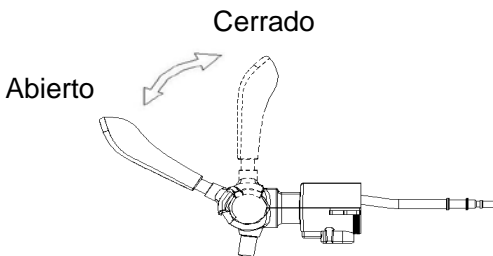

Figura 13
9. Ajuste la perilla del regulador de presión de CO₂ a la posición "+", para verter la cerveza hacia afuera oprimiendo el mecanismo del grifo posicione a un ángulo cercano a 45 °, y se puede ajustar la perilla del regulador de presión para controlar la velocidad del flujo de cerveza y el de las burbujas de cerveza; (Figura 13).